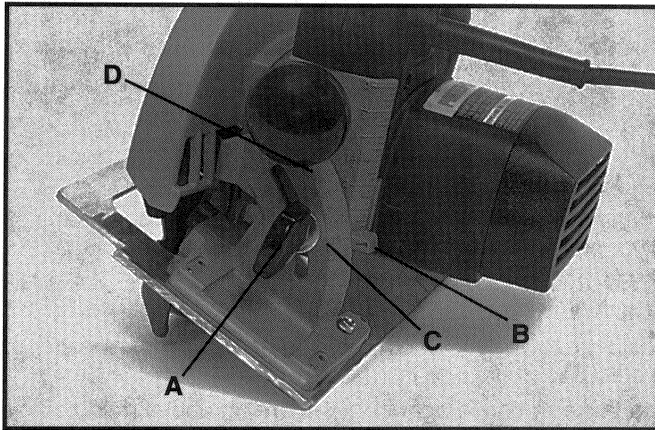

Fig. 7
2. Afloje la perilla ajustadora de bisel (A) Fig. 7.
3. Incline la base de la sierra hasta que el indicador (B) Fig. 7, esté alineado con la línea deseada en el índice (C) de ángulos. Apriete la perilla (A).
4. Su sierra viene con un tope positivo ajustable en la posición de bisel de 45°. Después de hacer los ajustes iniciales de arriba, haga un corte en una pieza de madera desecha para verificar la precisión de los ajustes. Atornille o destornille el tornillo fijador (D) Fig. 7, para obtener el corte exacto de bisel de 45°. Si el tornillo fijador (D) está ajustado bien, la base volverá a la misma posición de 45° sin la necesidad de reajustarla visiblemente con las líneas de graduación.